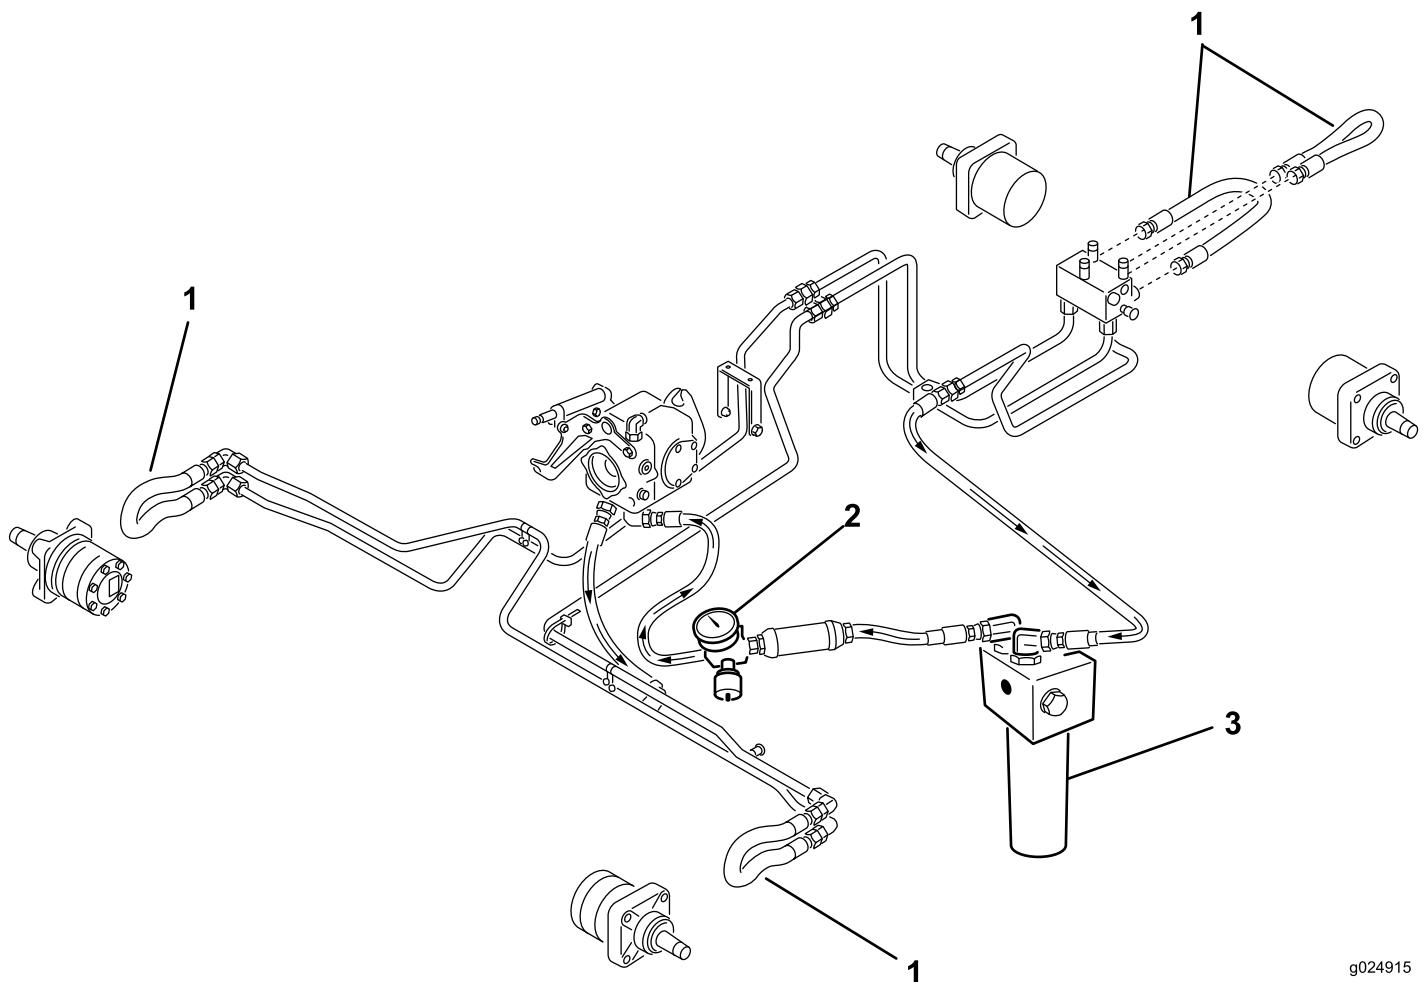

**Figura 3**
2. Rimuovete i motori delle ruote anteriori dal circuito di trazione fissando un flessibile di bypass a ogni motore delle ruote, secondo il posizionamento mostrato nella Figura 3. Il flessibile dell'anello di bypass deve essere in grado di gestire 25000 kPa.
- 3. Dopo gli anelli, installate un filtro ad alta pressione e un flussometro in grado di misurare 114 litri al minuto sul tubo di ritorno del circuito di trazione come mostrato nella Figura 3 e Figura 4.